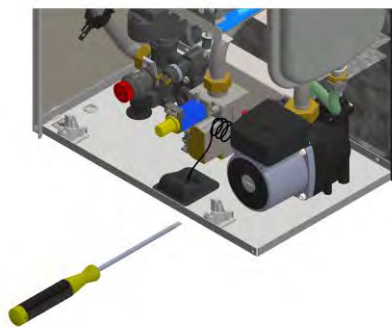

Рис. 6 Проверка циркуляционного насоса
- Проверьте, не заблокирован ли насос. Для этого при помощи отвёртки открутите заглушку насоса и совершите вращательные движения его вала несколько раз в разные стороны (см. рисунок 6). Затем плотно закрутите заглушку.